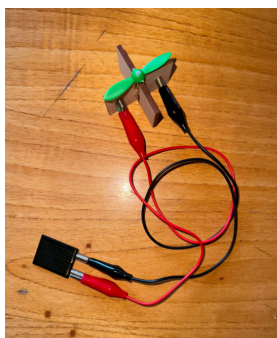

Fig. 3.7: funcionamiento del motor solar conectado a una célula solar.
6. Cuando el motor se empiece a mover (Fig. 3.7), medir los valores relativos a la tensión y la intensidad.